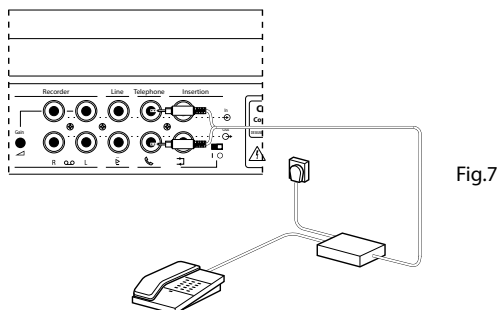

Fig.7
Collegare l'accoppiatore telefonico all'ingresso e all'uscita RCA (11) posti sul pannello posteriore dell'unità di controllo (fig.7). L'accoppiatore telefonico è poi collegato alla presa telefonica a muro e ad un telefono. Il collegamento ad una rete telefonica deve essere effettuato mediante un accoppiatore telefonico, poiché permette un isolamento adeguato tra la rete telefonica ed il sistema CS500.
Connect the telephone coupler to the telephone input and output (11) of the Central Unit (fig.7). The telephone coupler is further connected to the telephone wall socket and a telephone for dialing. A connection to a telephone network must always be made via a telephone coupler that provides adequate isolation between the telephone network and the CS500 system.